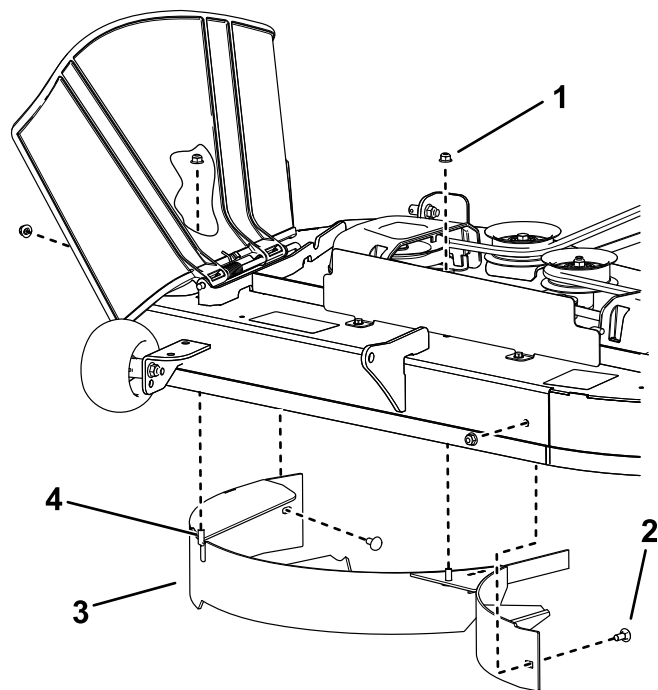

Figura 12
4. Rimuovete i 2 dadi di bloccaggio (5/16") dai perni saldati del deflettore (Figura 12).
1. Dado di bloccaggio – 5/16" (4)
2. Bullone a testa tonda – 5/16" x 3/4" (2)
4. Perno saldato (2)
5. Togliete i 2 bulloni a testa tonda e i 2 dadi di bloccaggio che fissano il deflettore al piatto di taglio, quindi rimuovete il deflettore (Figura 12)
6. Individuate i 2 bulloni tra le parti sfuse e utilizzate i dadi di bloccaggio esistenti per montare questi dispositivi di fissaggio nei fori utilizzati per i perni saldati (Figura 12) per evitare il rischio di detriti volanti.